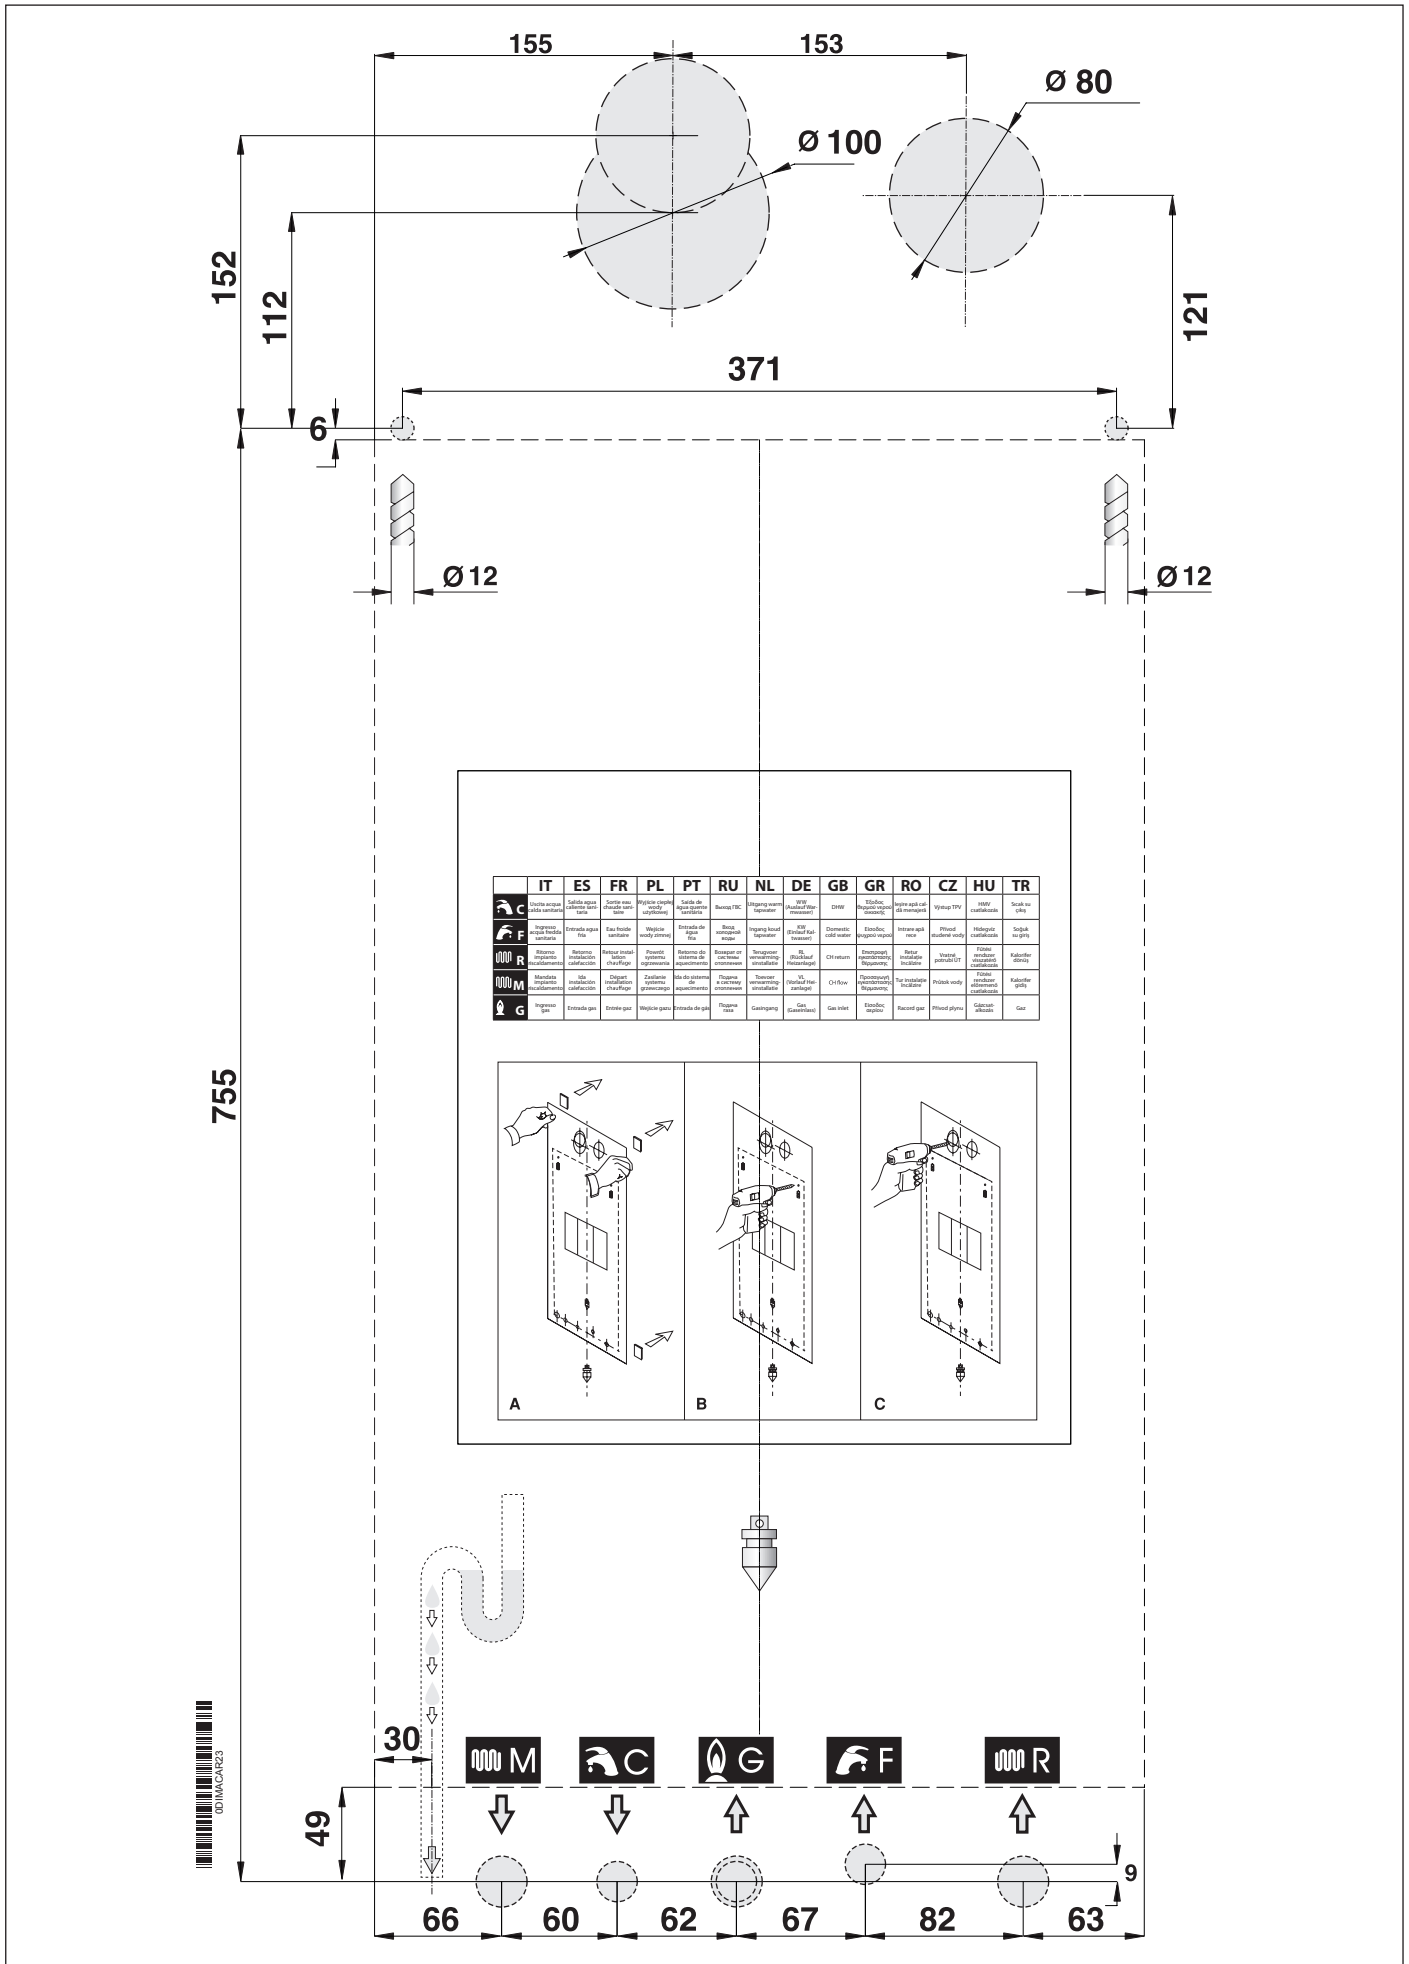

Fig. 7 Dima in carta
- la dima di fissaggio della caldaia al muro (Vedi Fig. 7 Dima in carta)
Ogni apparecchio è corredato di un'apposita dima in carta contenuta nell'imballo (vedi Fig. 7 Dima in carta).